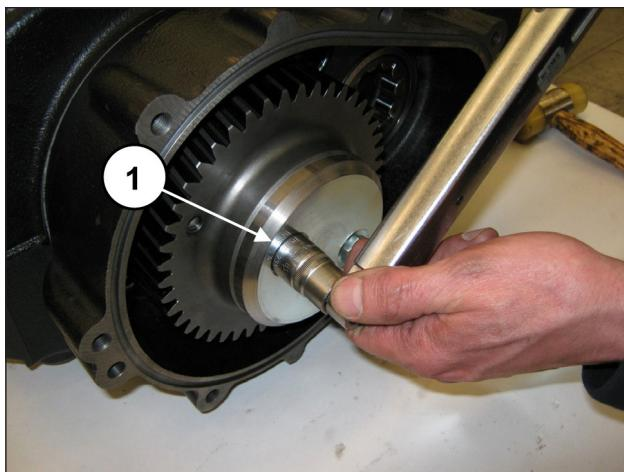

Рис. 79
Откалибруйте винты динамометрическим ключом, как указано в разделе 3 (поз. ①, Рис. 79).